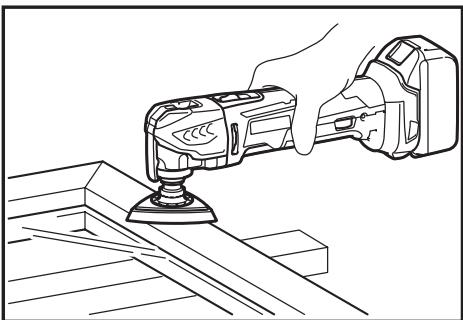

Fig.12
► Рис.12: 1. Вентиляционное отверстие